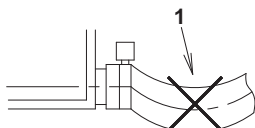

Bild 27
- 2 Metallklämma (2) (tillbehör)
- 3 Dräneringsslang (1) (tillbehör)
- 4 Böj spetsen utan att skada tätningsmaterialet (stort) (8)
- 5 Appliceringsriktning för tätningsmaterial (stort) (8)
- 6 Tätningsmaterial (stort) (8) (tillbehör)
- Böj inte dräneringsslangen (1) inuti enheten. **(Se bild 27)**